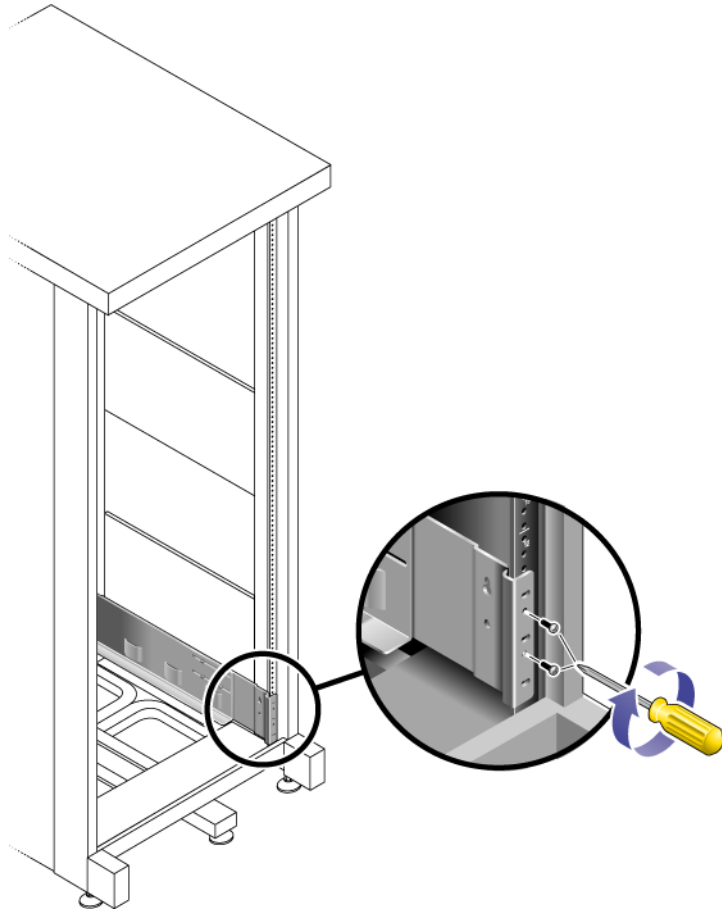

FIGURA 2-5 Fijación de la guía izquierda al montante posterior del armario
6. Utilice el destornillador Phillips del 3 para introducir y apretar los tornillos M6 (dos en cada lado) en el extremo posterior de la guía (FIGURA 2-5).